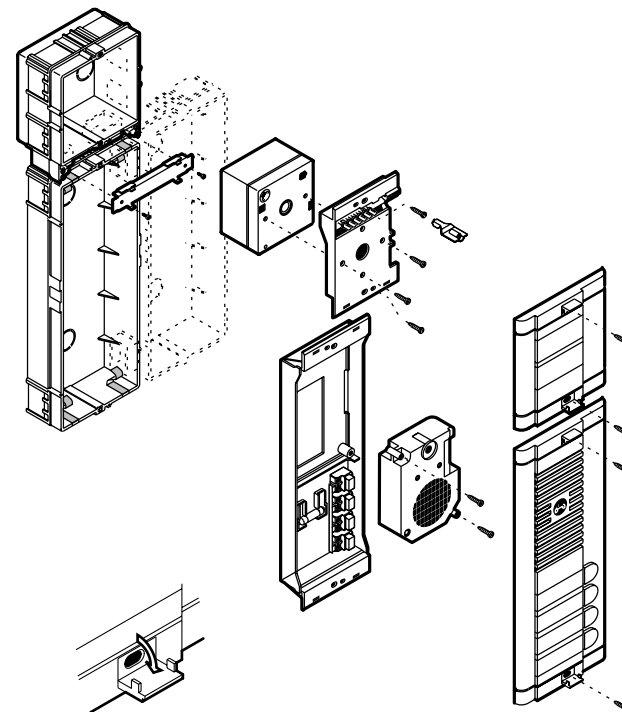
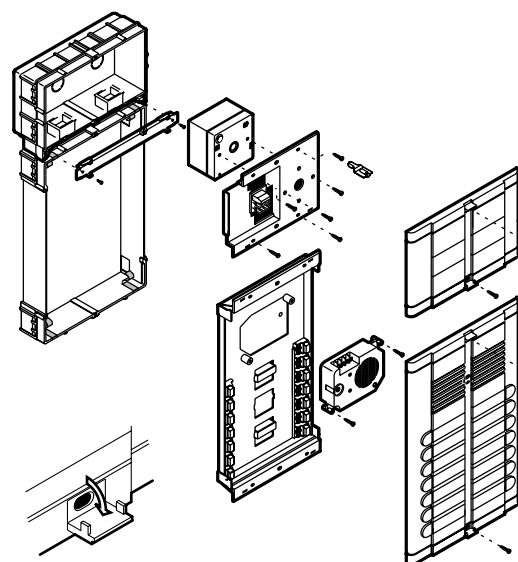

Fig. 7
Fig. 8
- 12) Complessivo della pulsantiera a 1 fila (fig. 7) ed a 2 file (fig. 8).